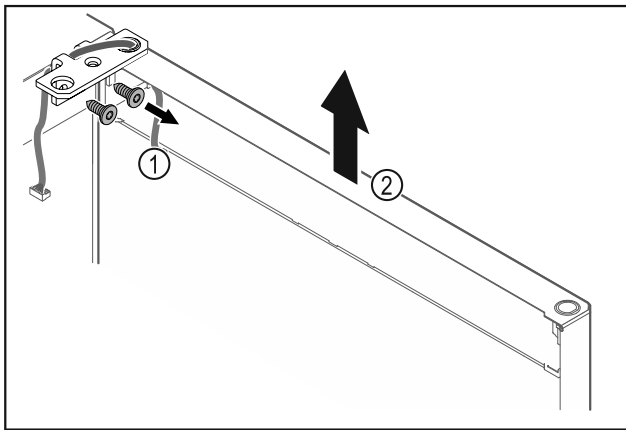

Fig. 12
- ▶ 拧下合页角铁 Fig. 12 (1)。
- ▶ 将冰箱门连同合页角铁一起笔直向上提升 Fig. 12 (2) 大约 200 mm 并取下。